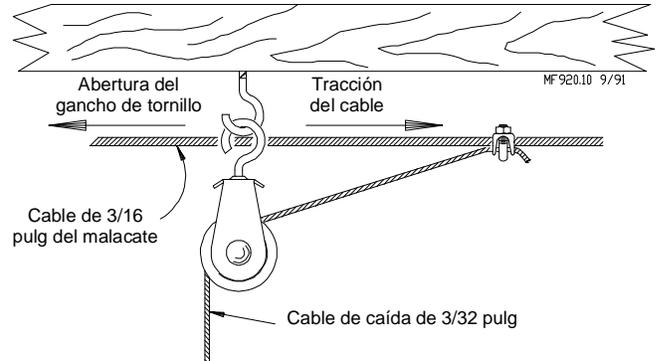

Figura 3. (Vista lateral)
2. Las aberturas de los ganchos de tornillo deben apuntar en sentido contrario al sentido de avance cuando el malacate eleva la línea de alimentación. Ver la **Figura 3**.
2. Pasar el extremo del cable de 3/32 pulg ó 1/8 pulg a través de la polea hacia el malacate. Fijar con una abrazadera de 3/16 pulg este extremo del cable de 3/16 pulg del malacate aproximadamente a 150 mm (6 pulg) de la última polea. Ver la figura correspondiente; **Figura 3 u 8**.